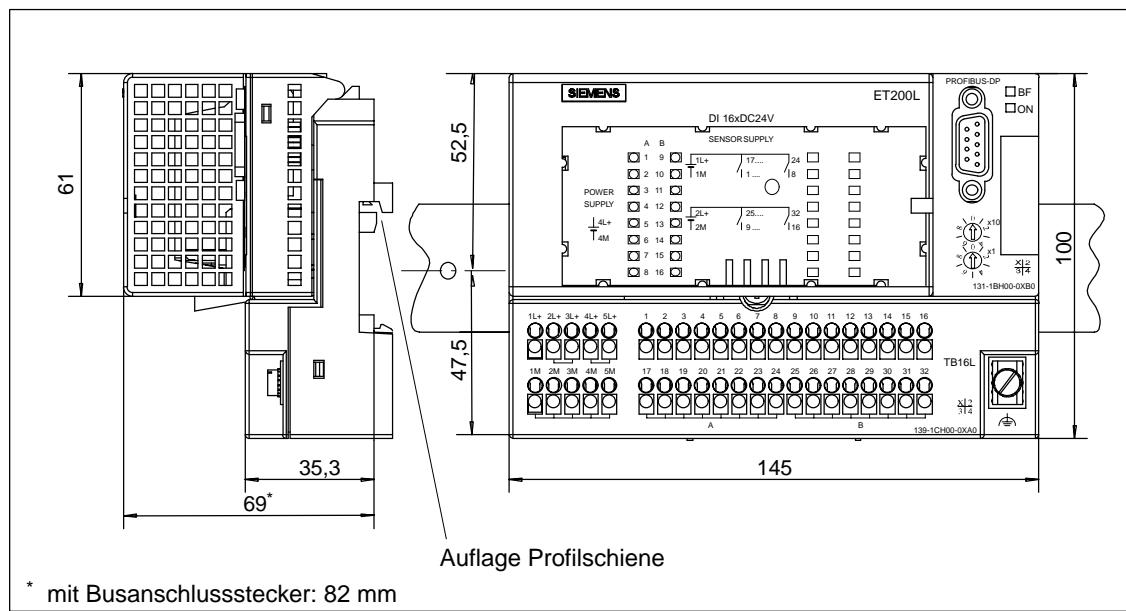

Bild 7-1 Terminalblock TB 16L mit aufgestecktem Elektronikblock, Maßbild
**Maßbild** In Bild 7-1 sehen Sie das Maßbild des Terminalblocks TB 16L mit aufgestecktem Elektronikblock 16 DI 24 V DC.